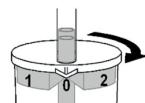

Abb. 2
- Für normales Saugen drehen Sie das Gefäß, bis der Pfeil am Deckel auf eine offene Stellung („0“) zeigt (**Abb. 2**)